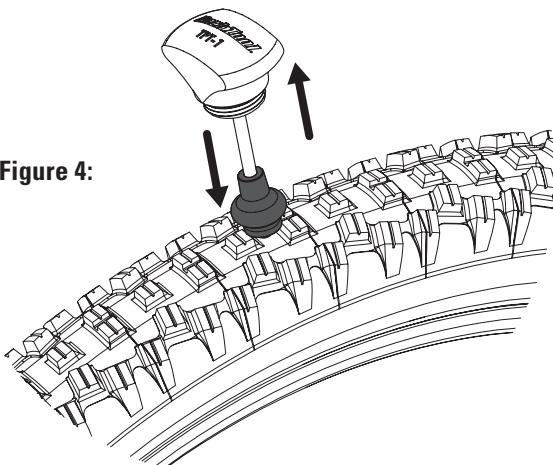

Figure 4:
6. Push plug retainer down onto tire body where plug is protruding from tire (Fig. 4).
6. Drücken Sie den Flickenfixierer nach unten auf den Reifenkörper wo der Flickenstreifen aus dem Reifen herausragt (Abb. 4).
6. Abaisser le poussoir de rétention contre le pneu à l'endroit où la mèche dépasse (Fig. 4).
6. Empuje el tapón del tapón hacia abajo en el cuerpo del neumático donde el tapón sobresale del neumático (Fig. 4).